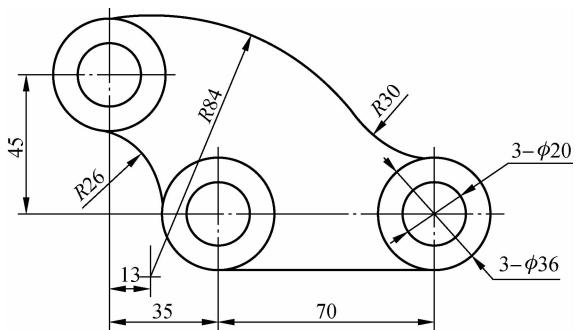

图 1-1-2
1. 在抄画图 1-1-2 所示的平面图形时,首先应对图形进行分析,下列分析中正确的有( )。